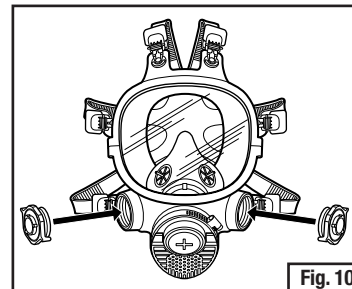

Fig. 10
2. L'adaptateur à baïonnette 701 3MMC permet de fixer le tuyau de respiration à deux arrivées d'air au masque complet 7800S 3MMC (Fig. 10).